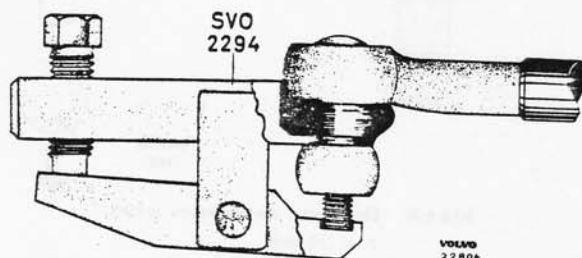
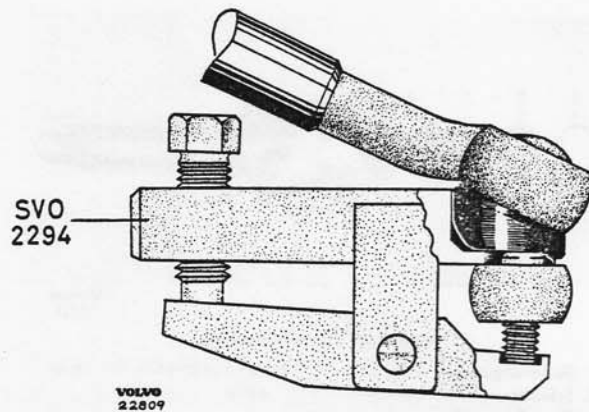

Bild 6-30. Lenkstange ausbauen
Bild 6-31. Kugelgelenk ausbauen
wie in Bild 6-30 gezeigt, befestigt wird, abgedrückt. Als nächsten Arbeitsgang Klemmschraube an der Spurstange lösen und Kugelgelenk herausschrauben. Die zum Heraus-schrauben notwendigen Umdrehungen zählen und aufschreiben.
Die Lenkstangen-Kugelgelenke sind mit der Lenkstange in einem Stück gearbeitet, so dass die vollständige Lenkstange erneuert werden muss, wenn das Kugelgelenk an einer Seite abgenutzt oder beschädigt ist. Wenn die Lenkstange bei montiertem Rad ausgebaut werden soll, muss die Lenkstange zuerst am Lenkstockhebel bzw. am Umlenkhebel mit der Abdrückvorrichtung SVO 2294, welche, wie in Bild 6-30 gezeigt, befestigt wird, abgedrückt werden. Die Lenkstange wird nach vorn und oben gedreht, wenn sie vom Lenkhebel abgedrückt wird. Die Abdrückvorrichtung wird so befestigt, wie in Bild 6-31 gezeigt. Nach Durchführung dieser Arbeiten immer Spur prüfen.
1. Spurstange vom Umlenkhebel abdrücken. Abdrückvorrichtung SVO 2294 verwenden, siehe Bild 6-30.
2. Lenkstange vom Umlenkhebel abdrücken. Abdrückvorrichtung SVO 2294 verwenden, siehe Bild 6-30.